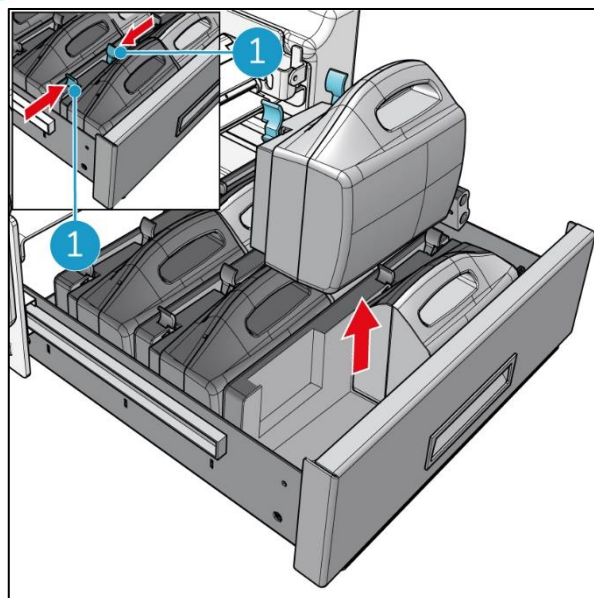

Figura 59
4. Premere le clip (Figura 59, pos 1) di ciascun pacco batteria i-power® 14 leggermente una verso l'altra ed estrarlo.